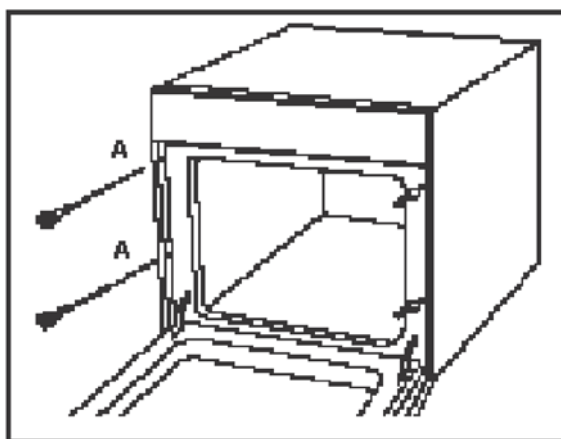

Рис. 4
4.3.2.Откройте дверцу и прикрепите духовку к кухонному шкафчику четырьмя болтами, подходящими к отверстиям с обеих сторон рамки духовки (А). (см. рис.4)